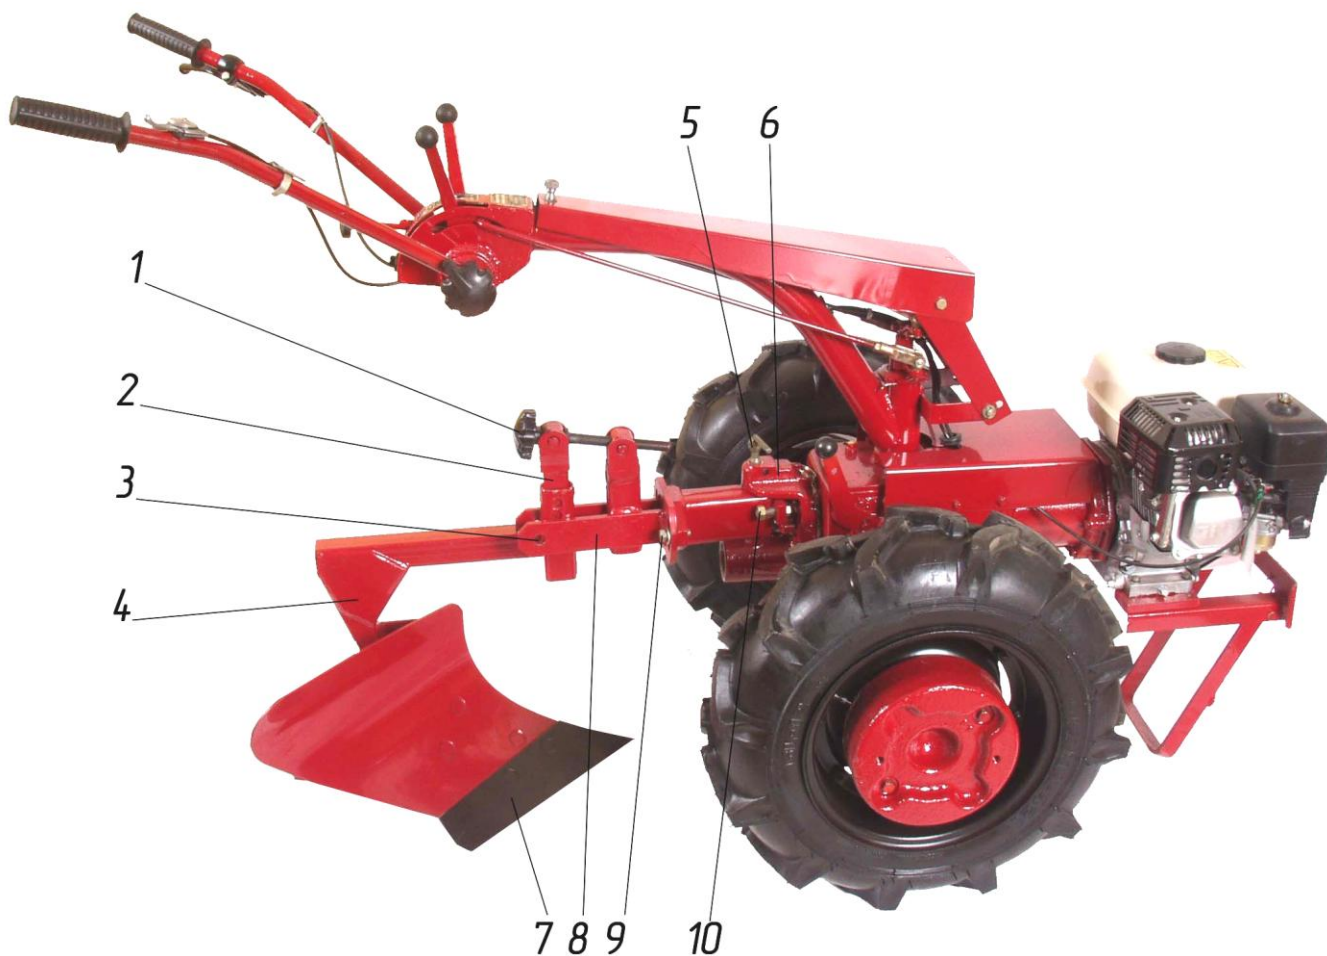
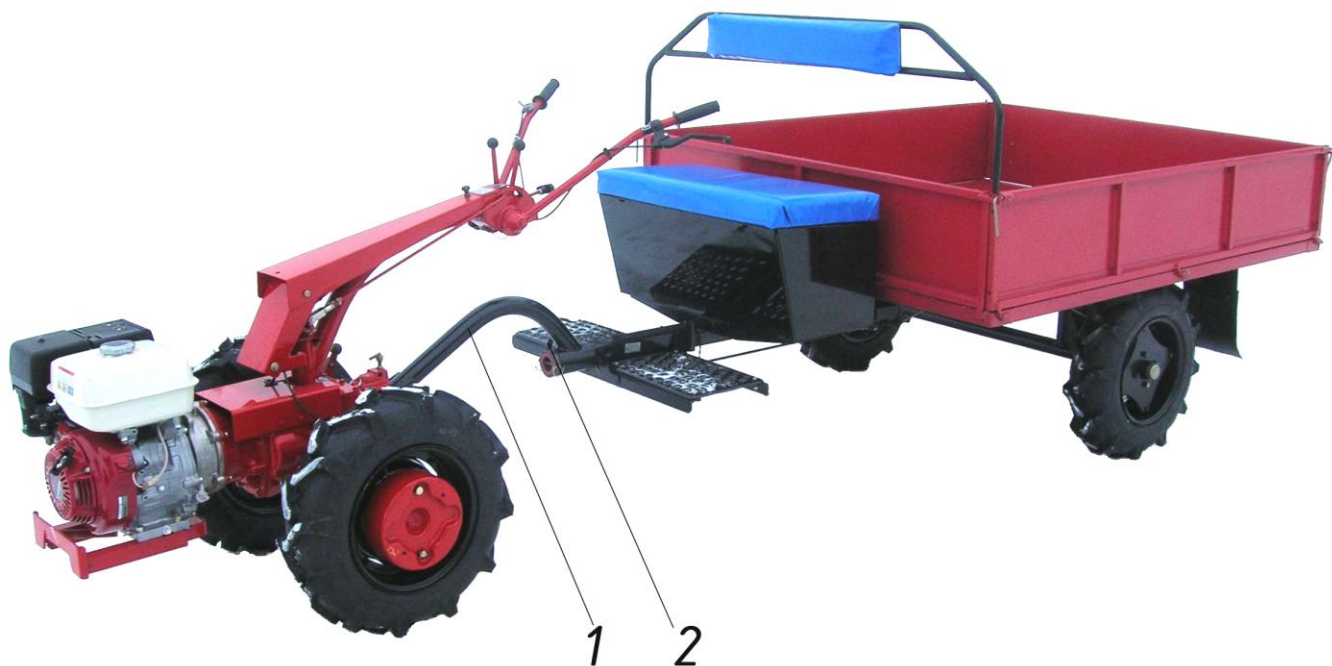

Рисунок 15 – Мотоблок в агрегате с плугом
Рисунок 20 – Мотоблок в агрегате с прицепом
Для подготовки мотоблока с плугом к работе (рис. 15) выполните следующие операции:
1) Установите универсальную сцепку 8 (рис. 15) на плуге 4 в рабочее положение и закрепите болтом 3. Вращая рукоятку 1, установите подвижные части сцепки в одну линию с неподвижными, а с помощью шкворня 5 присоедините плуг со сцепкой к прицепной скобе 6 и зафиксируйте шкворень чекой.
7.4.6 Если при работе мотоблок уводит вправо, проверьте крепление подпятников. Если они на месте, то болтом 9 (рис.15) приподнимите на 1-2 см правый окучник, зажмите болт и проверьте в работе.
2) Присоедините дышло 1 (рис.20) при помощи шкворня 7 (рис.15) к прицепной скобе мотоблока, шкворень зафиксируйте чекой. Подставку прицепа поднимите и закрепите в горизонтальном положении с помощью пальца.